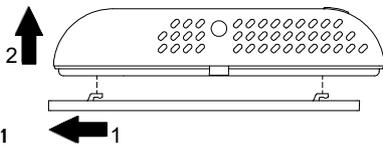

Fig. 1
- 1** Enlever la plaque attachée à la base du dispositif en la poussant vers la gauche de manière à déboîter les petites dents indiquées en Fig. 1.